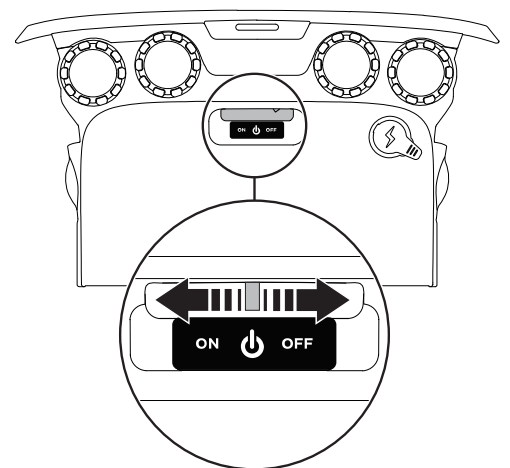

Abbildung 525. Hauptschalter.
11. Stellen Sie den Ersatzhauptschalter auf die Position AUS (OFF). Achten Sie im Hinblick auf die folgende Montage auf die Ausrichtung des neuen Hauptschalters. Die Ein-/Aus-Positionen müssen mit dem Aufkleber auf der Abdeckung übereinstimmen, siehe Abb. 525.
19. Stellen Sie den Hauptschalter auf Ein (ON), siehe Abb. 525.